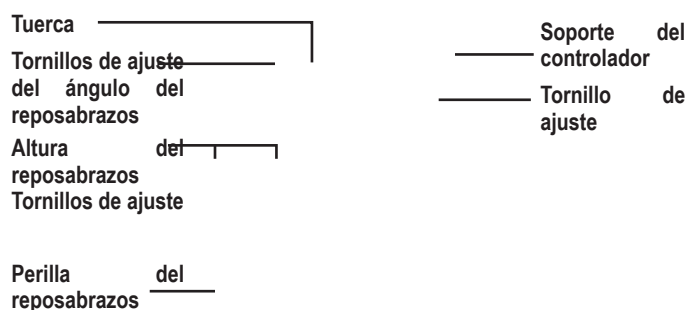

Figura 13. Ajuste del respaldo/reposabrazos
1. Ubique las dos perillas del reposabrazos a cada lado del soporte del receptor del reposabrazos. **Ver figura 13.**
1. Levante el reposabrazos hacia arriba para que quede perpendicular al suelo. **Ver figura 13.**
2. Afloje el tornillo de fijación en el soporte del controlador. **Ver figura 13.**